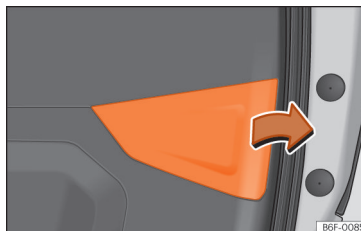

Abb. 61 Offene Heckklappe: Abdeckung entfernen.
- Nehmen Sie die Abdeckung der Heckklappe in Pfeilrichtung ab » Abb. 61.